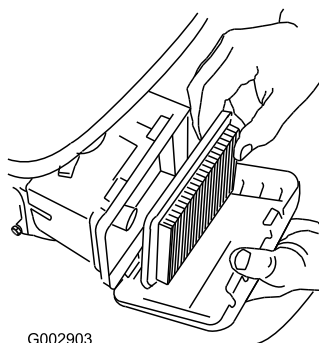

Figura 38
3. Retire el filtro de aire (Figura 38).